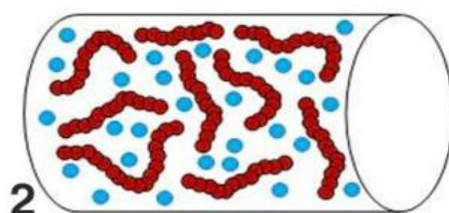

Рисунок 2
2. Тепло выделяет связь между влагой и полимерной цепочкой, позволяя молекулам воды свободно передвигаться в нити (рис. 2);